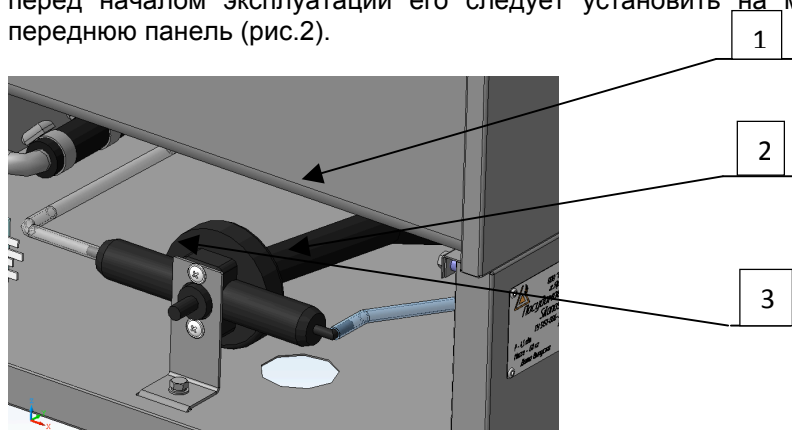

Рисунок 2
Внимание!!! Для безопасной транспортировки (для исключения возможности оставления воды в системе) на новых машинах снят шланг (1) с дозатора ополаскивающего средства(2), поэтому перед началом эксплуатации его следует установить на место. Для этого необходимо снять переднюю панель (рис.2).
На корпусах дозаторов (рис.2) имеются регулировочные винты (3) для регулирования объёмов доз. Величина автоматически подаваемой дозы ополаскивающего средства должно быть отрегулированы так, чтобы в процессе работы машины в этих объёмах сохранялись рекомендованные производителем средств концентрации раствора.